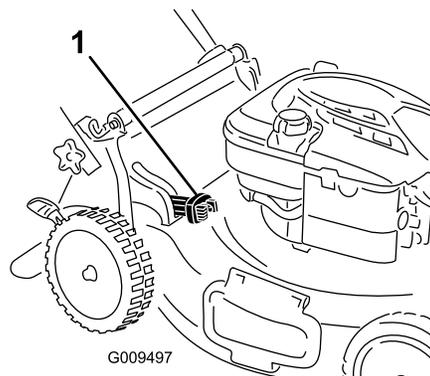

Рисунок 17
- Для сбора скошенной травы и листьев в мешок нажмите кнопку на рычаге сбора в мешок и двигайте рычаг вперед, пока кнопка на нем не вернется в исходное положение (Рисунок 17)